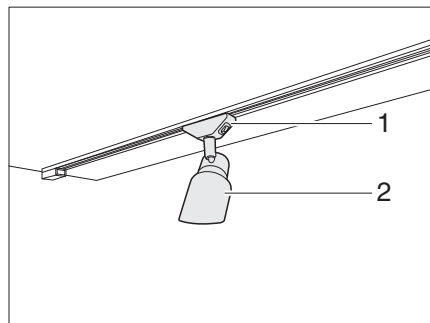

Bild 43 LED-Spotleuchte (Beispiel)
- Halterung (Bild 43,1) fassen und um 45° drehen.
- LED-Spotleuchte (Bild 43,2) aus Schienensystem entnehmen.
- LED-Spotleuchte (Bild 43,2) an gewünschter Position in das Schienensystem einsetzen und um 45° drehen.